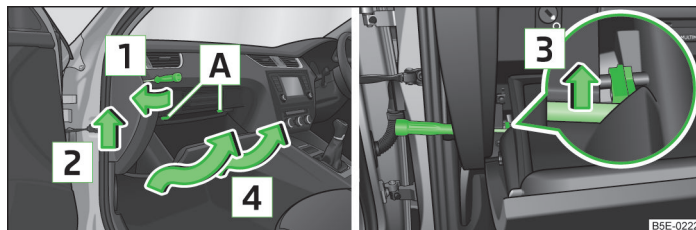

Fig. 208 Vide-poches côté passager avant : Véhicules à direction à droite
- Glissez un tournevis sous le revêtement latéral » fig. 208.
- Glissez le vide-poches derrière les supports **A** » fig. 208.